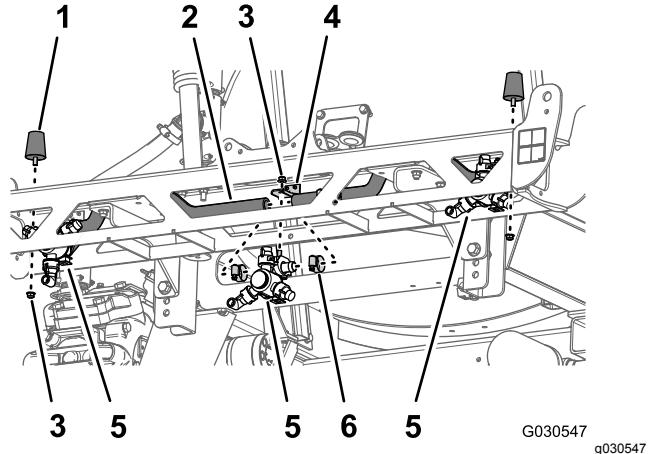

Bild 78
4. Entfernen Sie die Sicherungsbundmuttern (5/16"), mit denen die linke und rechte Stoßstange an den Rahmenenden des mittleren Auslegerabschnitts befestigt sind (Bild 78).
1. Entfernen Sie die vier Schlauchklemmen, mit denen die drei Sprühdüsen an den Schläuchen (Innendurchmesser von 3/4") befestigt sind (Bild 78).
2. Entfernen Sie die Sicherungsbundmutter (5/16"), mit denen die drei Sprühdüsen an den Düsenbefestigungen des mittleren Auslegerabschnitts befestigt sind, und nehmen Sie die Düsen ab (Bild 78).